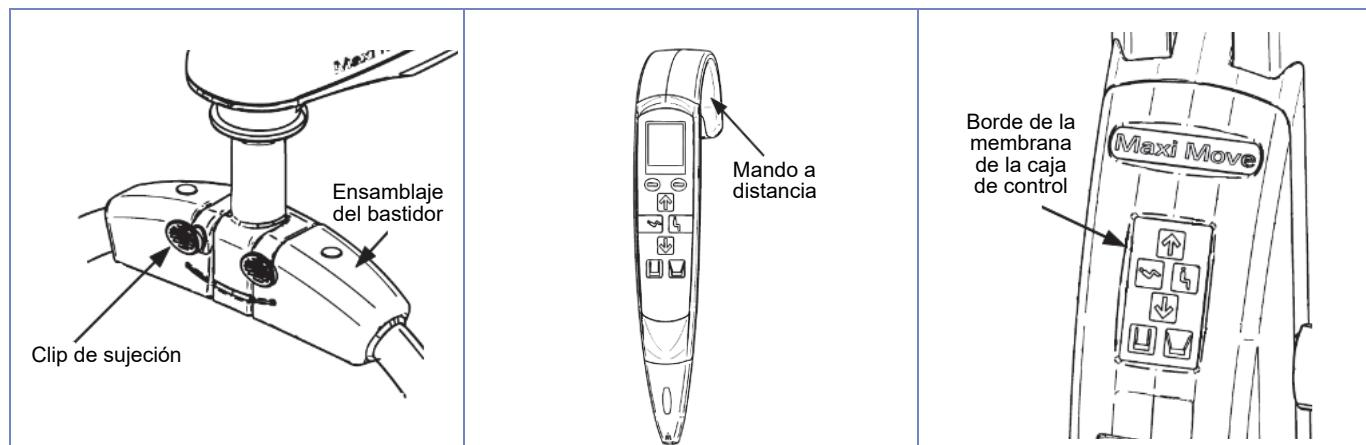

Fig. 77
**NOTA:** Preste especial atención a las zonas indicadas a continuación (véase la Fig. 77). Estas zonas son más propensas a albergar gérmenes. Use un cepillo más pequeño o un hisopo de algodón para acceder a ellas.